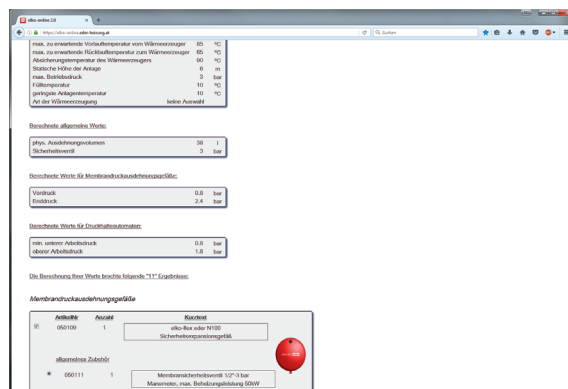

Bild 2
2. Durch Mausklick auf den Button „Berechnen“ gelangen Sie auf die Zwischenergebnisseite. Hier werden die Berechnungsergebnisse und die für Ihre Anlage passenden Geräte bzw. Ausdehnungsgefäße angezeigt (Bild 2).